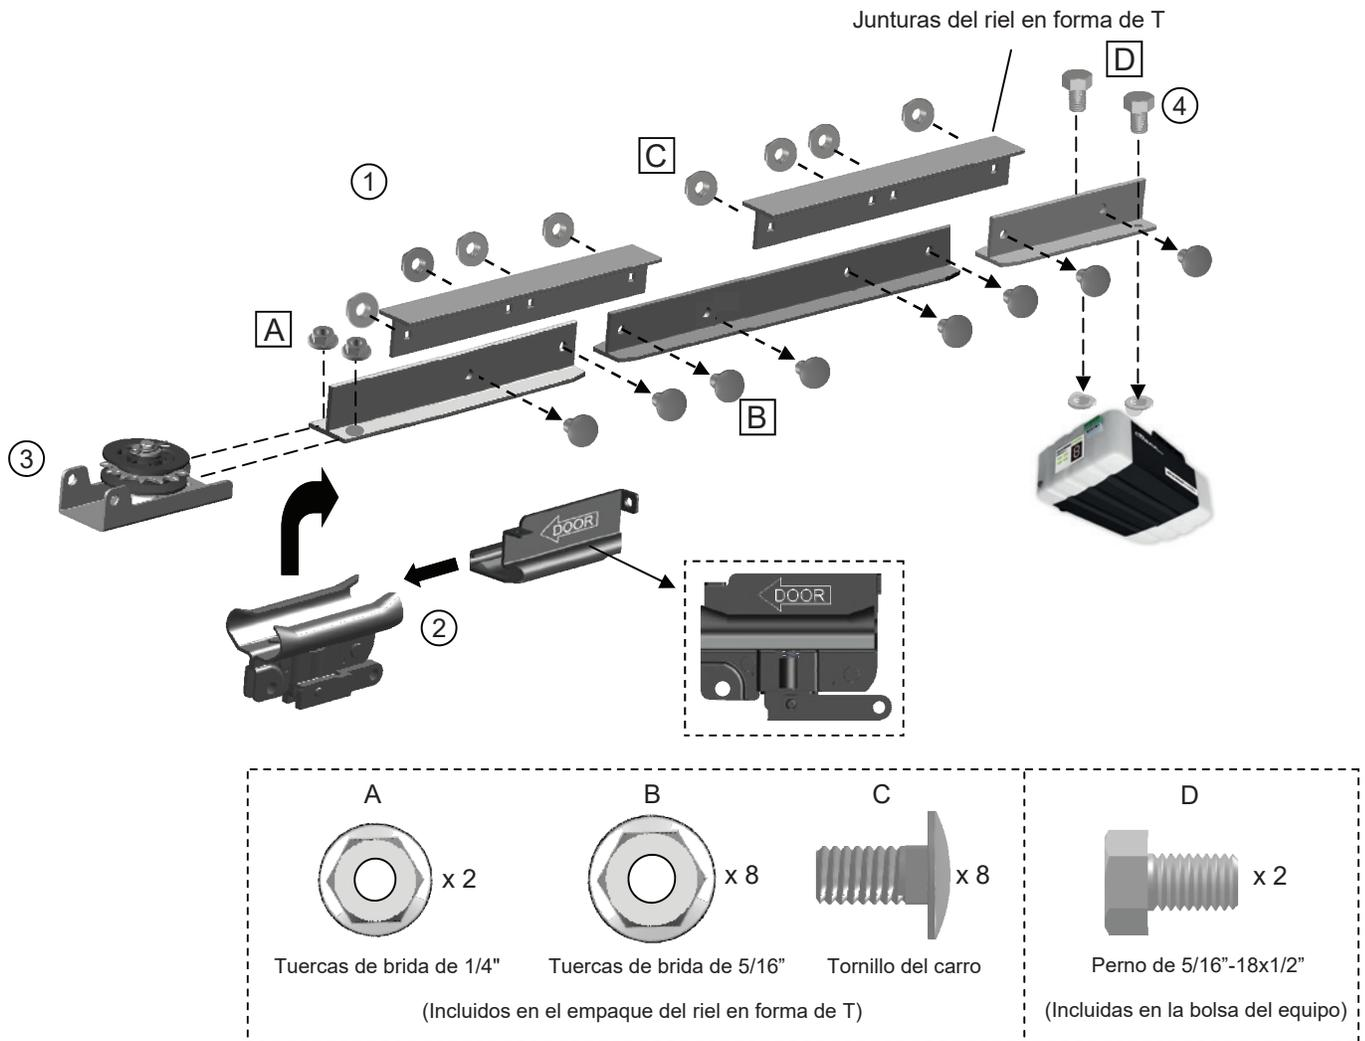

Fig.1
- 5- Debe haber un espacio mínimo de 30mm entre la parte baja del carril de transmisión por cadena y la parte más alta de la puerta de garaje en el momento más cercano. (Ver Fig. 1)